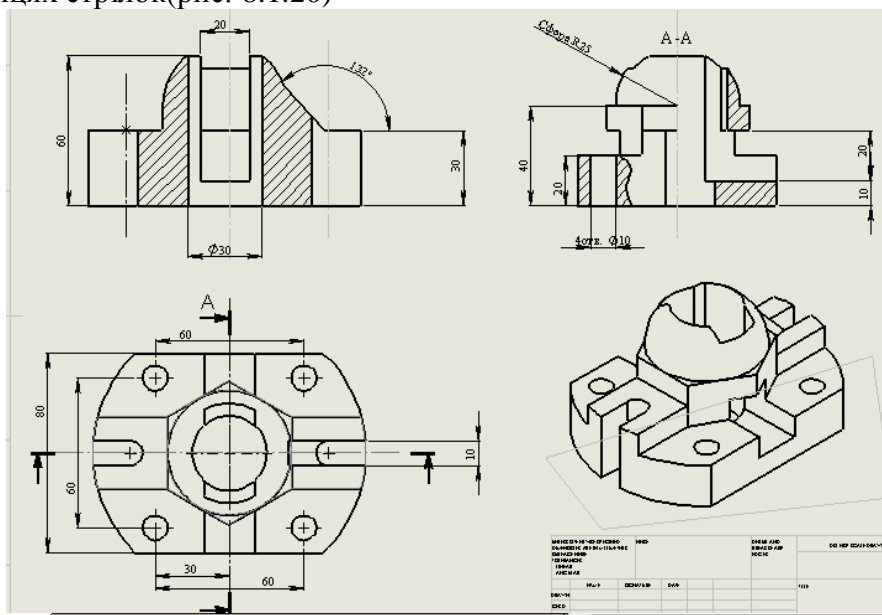
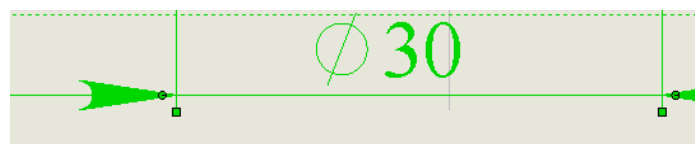

Рис. 8.1.19. Простановка розмірів інструментом АВТОРАЗМЕР (Smart Dimension)
Рис. 8.1.20. Налаштування відображення стрілок
14. За допомогою інструменту  АВТОРАЗМЕР (Smart Dimension) проставте розміри (рис. 8.1.19). Для перенесення розміру з виду на вид потрібно натиснути клавішу SHIFT, і не відпускаючи, вибрати розмір, перемістити його на інший вид, де він може відобразитися. Для зміни напрямку стрілок потрібно вибрати розмір і клацнути на маленьких кружках на кінцях стрілок(рис. 8.1.20)